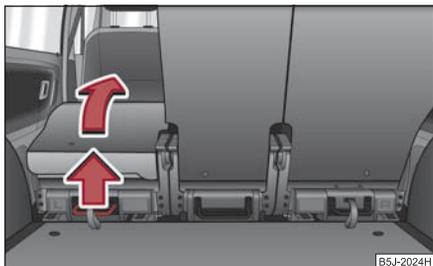

Abb. 67 Sitz komplett vorklappen
- Ziehen Sie den Hebel ⇒ Abb. 67 nach oben und klappen Sie danach den Sitz komplett vor.